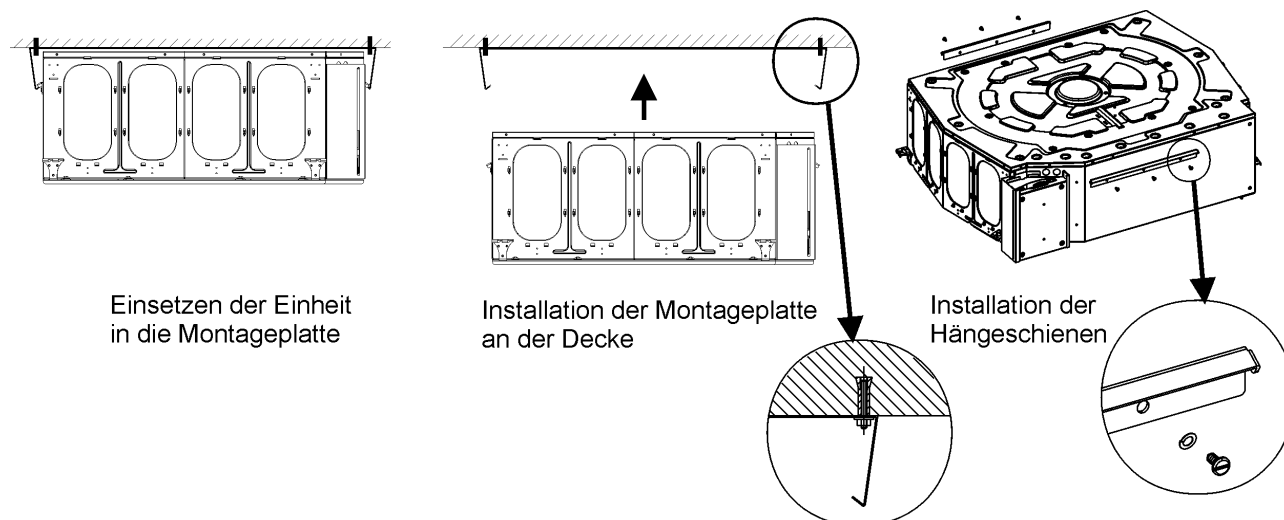

Abb. 6. Aufhängen der Inneneinheit auf einer Montageplatte
- B. Montieren Sie mit Hilfe von je 3 Schrauben zwei Montageschienen auf der Einheit (siehe Abb. 6).
- F. Heben Sie die Einheit hoch und schieben Sie sie auf die Montageplatte (siehe Abb. 6).